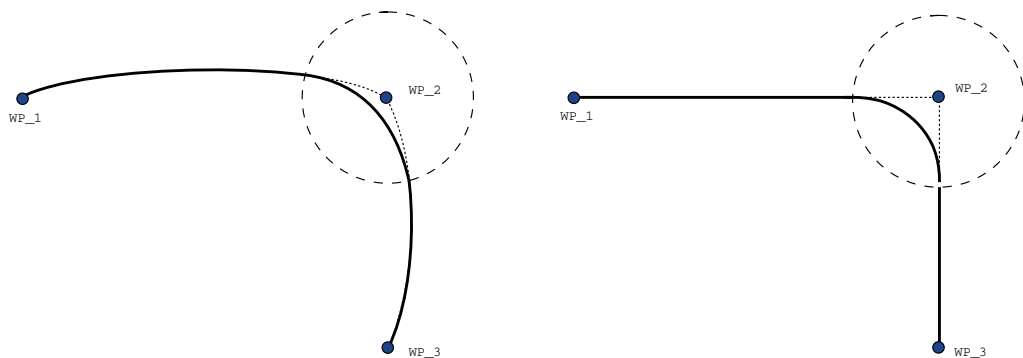

Abbildung 15.6: Bewegung und Blending im Gelenkraum (MoveJ) im Vgl. zum kartesischen Raum (MoveL)
- **Blending mit MoveJ** MoveJ-Blending verursacht eine gleichmäßige Kurve im Gelenkraum. Dies gilt für Blending aus MoveJ zu MoveJ, MoveJ zu MoveL und MoveL zu MoveJ. Das Blending produziert eine glattere und schnellere Flugbahn als die Bewegungen ohne Blending (siehe Abb. 15.6). Werden Geschwindigkeit und Beschleunigung für das Geschwindigkeitsprofil verwendet, bleibt das Blending innerhalb der Ausführung im Blending-Radius. Wird *Zeit* statt *Geschwindigkeit* und *Beschleunigung* zur Bestimmung des Geschwindigkeitsprofils beider Bewegungen verwendet, folgt der Bewegungsablauf dem Ablauf der ursprünglichen Bewegung. Wenn beide Bewegungen zeitlich eingeschränkt sind, spart der Einsatz von Übergängen keine Zeit.